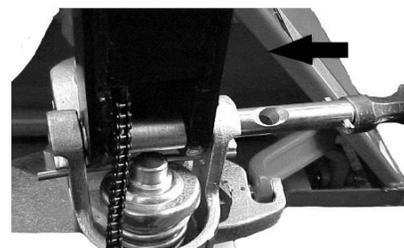

Abb. 6: Montage der Achse
- Die Lenkdeichsel (1) in den Pumpenkolben einsetzen, dann mit einem Hammer die Achse mit Loch in die Hydraulikpumpe und die Lenkdeichsel von rechts nach links einsetzen (Abb. 6).